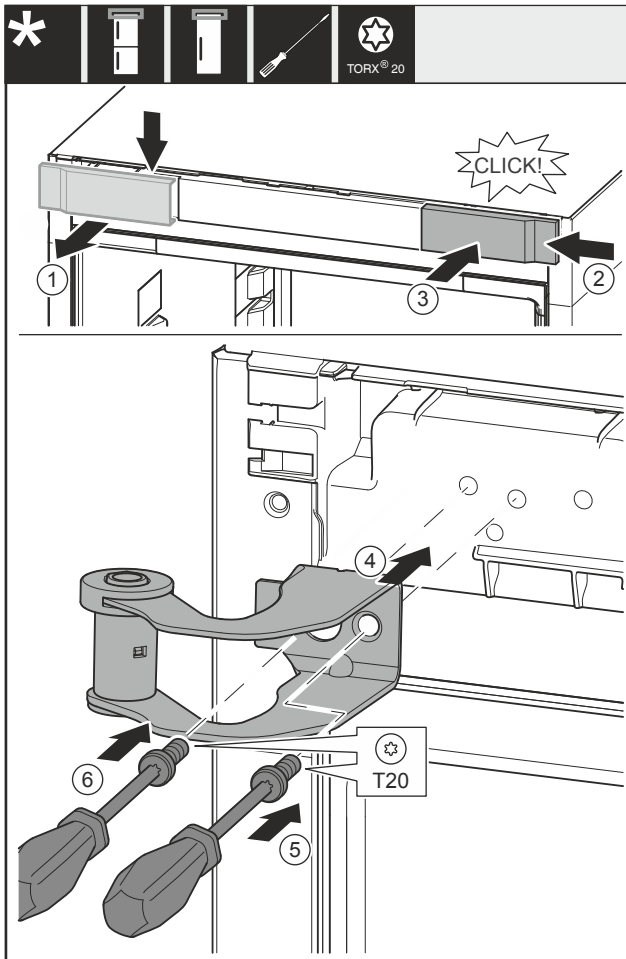

Fig. 36
- ▶ Odoberte kryt Fig. 36 (1) zhora dopredu.
- ▶ Zaveste kryt Fig. 36 (2) na druhú stranu sprava otočený o 180°.
- ▶ Zaklapnite kryt Fig. 36 (3).
- ▶ Nasadte hornú ložiskovú konzolu Fig. 36 (4).
- ▶ Skrutku Fig. 36 (5) pevne zaskrutkujte.
- ▶ Skrutku Fig. 36 (6) pevne zaskrutkujte.